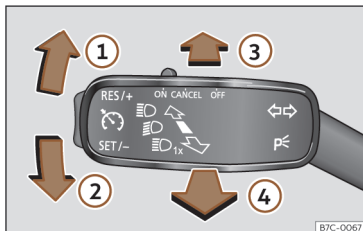

Fig. 89 Palanca de intermitentes y de luz de carretera.
- Desde la posición base, pulse hacia delante la palanca de los intermitentes y luz de carretera >>> **fig. 89** .
- **O BIEN:** con la luz de carretera conectada, tire hacia atrás de la palanca de los intermitentes y luz de carretera >>> **fig. 89** .